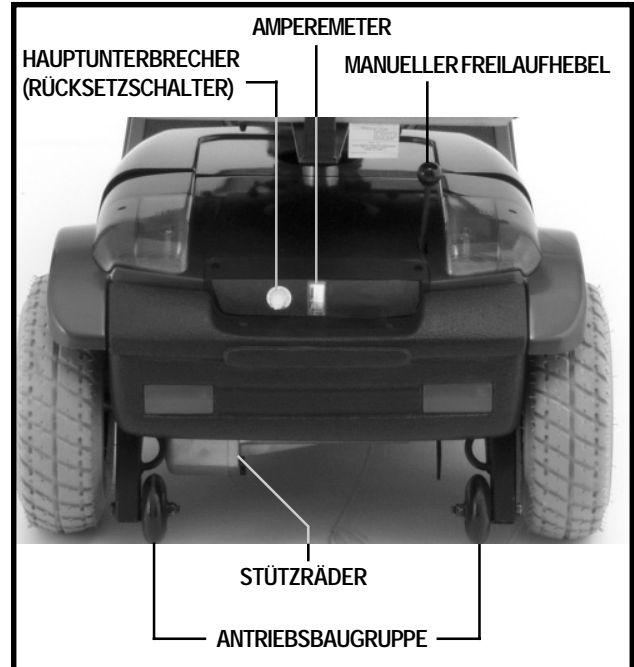

Abb. 6. Heckteil
Der Hauptunterbrecher (Rücksetzschalter), das Amperemeter, der manuelle Freilaufhebel, die Stützräder, die Hecksicherungen und der Antrieb befindet sich im Heckteil Ihres Elektromobil. Siehe Abb. 6.
Bei einer zu niedrigen Batteriespannung oder bei der Überlastung des Elektromobils durch schwere Last oder zu große Steigungen, ist ein Auslösen der Hauptunterbrecher möglich, um Motor und Elektronik vor Schäden zu schützen. Siehe Abb. 6.
- Der manuelle Freilaufhebel befindet sich am Ende der Antriebsbaugruppe, rechts am Heck Ihres Elektromobil. Siehe Abb. 6.